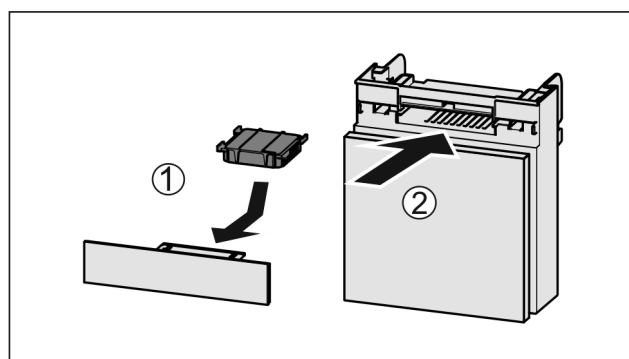

Fig. 37
- Insérer le filtre à charbon actif d'après le schéma Fig. 37 (1).
- Insérer le compartiment Fig. 37 (2).